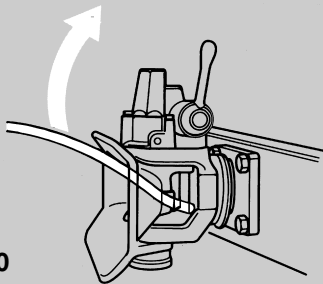

fig. 10
- Déplacez la tête d'attelage vers le haut et vers le bas à l'aide d'un outil adéquat (voir fig. 10):